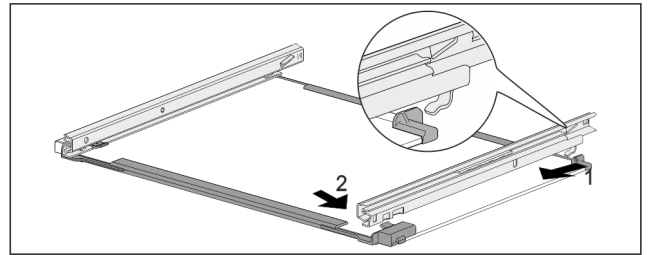

Fig. 151 Glasplaat met rails
- ▶ Rail achter vastmaken. Fig. 151 (1)
- ▶ Rail voor vastmaken. Fig. 151 (2)